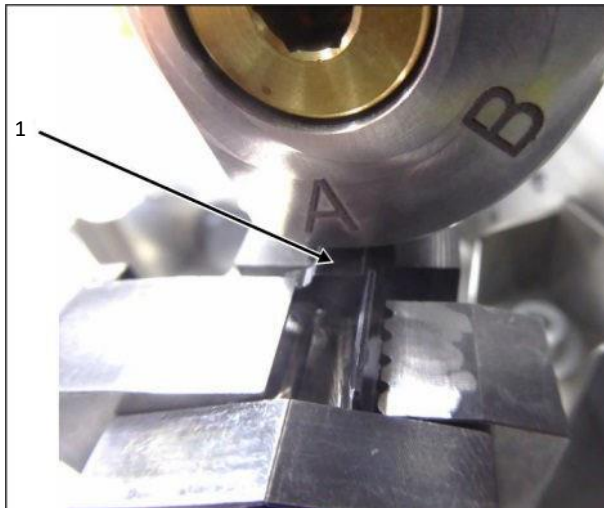

Fig. 18 : table de dépose des embouts
- Tirer la table de dépose des embouts (fig. 18, pos. 1) vers l'avant.